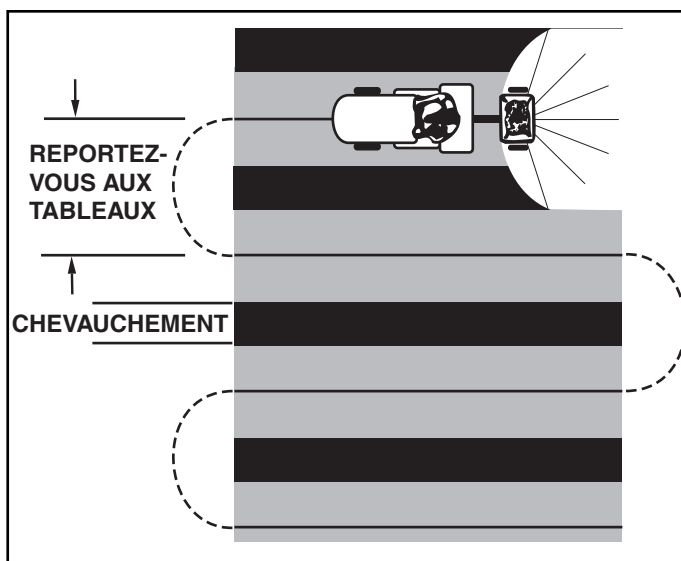

FIGURE 12
10. Pour une couverture optimale et afin d'éviter de manquer des zones ou de laisser des traces de passages, chevauchez les traces précédentes comme illustré à la figure 12. Les portées approximatives des différentes matières sont indiquées dans le tableau des débits de cette page.